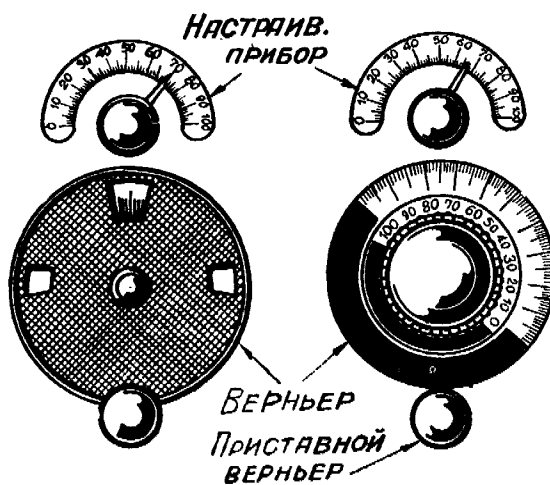

Рис. 3.
Эта формула по своему виду отличается от формулы (3) для механического верньера и неудобна для определения R_3 верньера, механизм которого скрыт. Более удобную формулу выведем, обратив внимание на то, что при повороте верньерной ручки на какой-то угол (Θ_v , рис. 2) главная ось поворачивается на меньший угол (Θ , рис. 3). Если мы возьмем отношение этих углов, то получим замедление верньера: